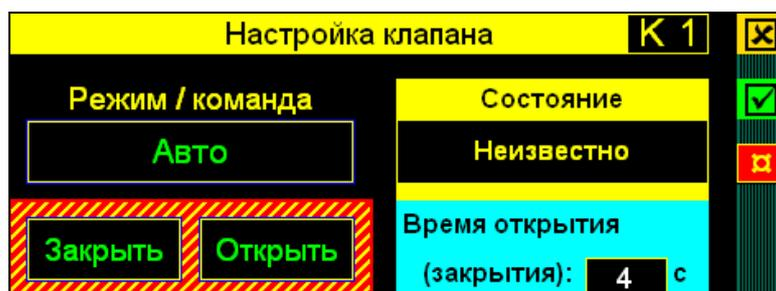

Рисунок 10 - Окно настройки и проверки работы клапана
2.5.5 В окне подтверждения необходимо нажать на кнопку "Отменить", если исчезла необходимость в подаче команды клапану, при этом произойдёт возврат в окно настроек клапана (см. рисунок 10). При нажатии на кнопку "Продолжить" происходит закрытие окна подтверждения и выполнение команды клапаном.
2.5.8 Для изменения контрольного времени открытия (закрытия) клапана необходимо нажать на цифровое поле, расположенное после надписи "Время открытия (закрытия)" (см. рисунок 10). На экран будет выведена цифровая клавиатура, рассмотренная в подразделе 2.7. С помощью клавиатуры необходимо ввести новое контрольное время (допустимый диапазон ввода от 1 с до 50 с). При вводе времени следует задавать значение на 1 - 2 секунды больше, чем необходимо для надёжной реакции исполнительных цепей с момента подачи команды клапану до замыкания (размыкания) контактов пускателя. Типовое контрольное время для клапана - 2 секунды.
2.5.9 В случае возникновения ошибки в работе клапана происходит снятие управляющего напряжения с катушки соответствующего пускателя (клапан при этом должен закрыться), и дальнейшая работа клапана блокируется, при этом загорается лампа НЛ4 "Авария". Для снятия ошибки клапана необходимо в окне настройки и проверки клапана (см. рисунок 10) нажать на кнопку  сброса ошибок. После разблокировки начнётся выполнение текущей команды, заданной клапану.